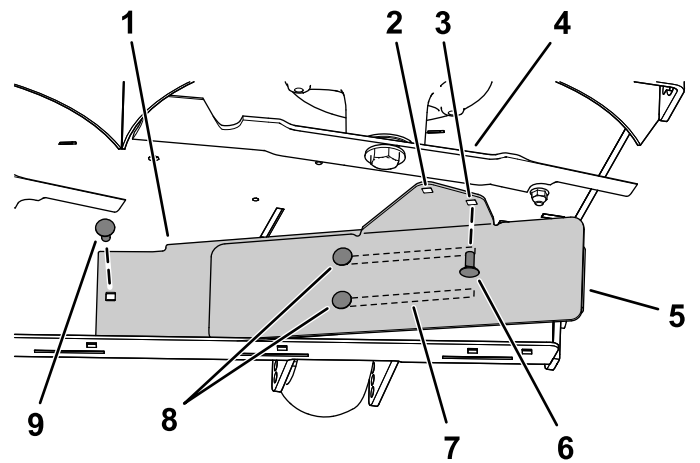

Рисунок 9
- Установите левую сторону дефлектора с помощью каретного болта (5/16 x 3/4 дюйма) и фланцевой гайки (5/16 дюйма), как показано на Рисунок 9.
- Ослабьте 2 каретных болта (5/16 x 3/4 дюйма) в пазах дефлектора и сдвигайте дефлектор до тех пор, пока отверстие не совместится с отверстием в деке газонокосилки (Рисунок 9).
- Установите дефлектор, как показано на Рисунок 9.
Внимание: Убедитесь в том, что вы используете правильные отверстия для дефлектора; см. в Рисунок 9.
- Затяните 2 каретных болта (5/16 x 3/4 дюйма) в пазах дефлектора Рисунок 9.